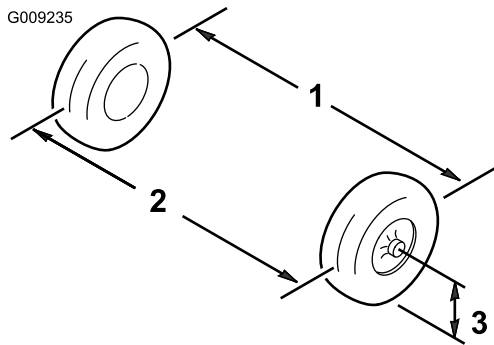

Figure 33
3. Mesurez la distance entre les roues avant à hauteur d'essieu, à l'avant et à l'arrière des roues (Figure 33).